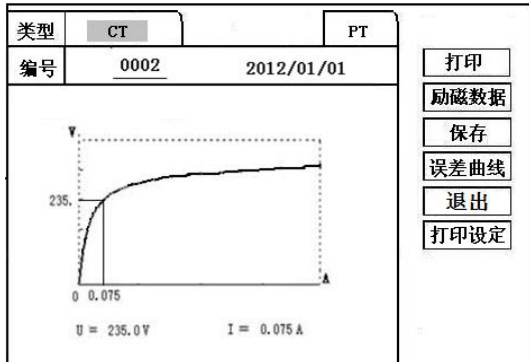

图 6, CT 励磁曲线图
试验时，光标在“**开始**”选项上，并不停闪烁，测试仪开始自动升压、升流，当测试仪检测完毕后，试验结束并描绘出伏安特性曲线图（如图 6）。
试验结束后，屏幕显示出伏安特性测试曲线（见图 6）。该界面上各操作功能如下：
**误差曲线**：在图 6 的界面中，将光标移至“误差曲线”选定后，屏上将显示伏安特性试验的误差曲线的设置（见图 8）。选定后计算出的误差曲线如图 9。